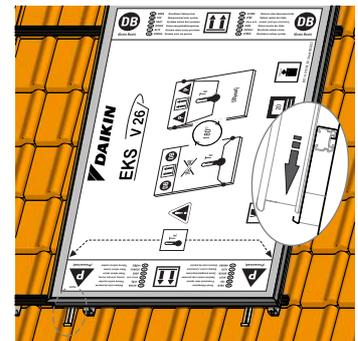

Fig. 3-19 Déposez et alignez le capteur solaire plan
4. Hissez le capteur plat sur les rails de montage, comme indiqué sur fig. 3-19. Déposez-le et suspendez-le délicatement aux crochets de sécurité.